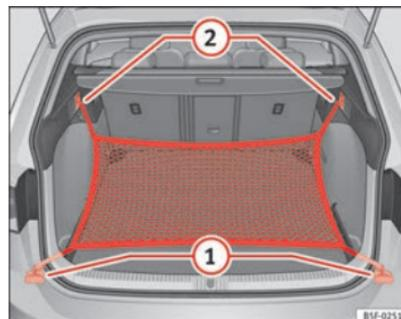

Fig. 109 Dans le coffre à bagages : œillets ① et crochets ② pour accrocher le sac pour filet (modèle LEON ST).
- Fixez les crochets courts du filet aux œillets d'amarrage ⇒ fig. 109 ① ⇒ ⚠. La fermeture à glissière du sac doit rester vers le haut.
- Fixez les rubans aux crochets pour accrocher des sacs ②.